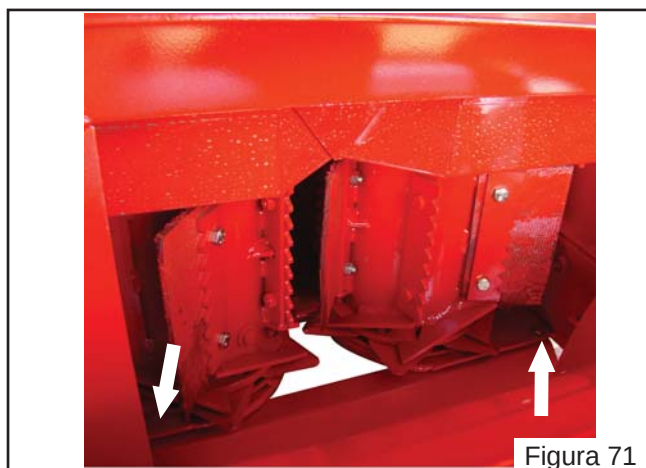

Figura 71
h) Fixe os parafusos nos furos das duas extremidades na chapa inferior da plataforma que unem à colhedora (Figura 71);